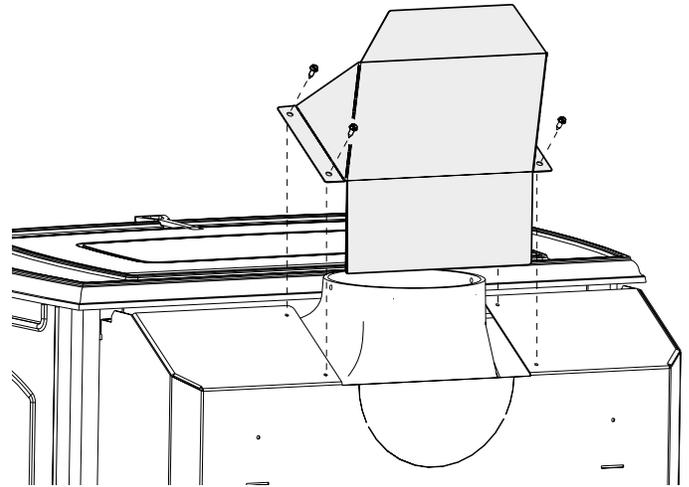

Figure 2. Fixer l'écran thermique à la buse d'évacuation.
1. Pliez l'écran thermique aux perforations pour le conformer à la forme montrée à la Fig.2.